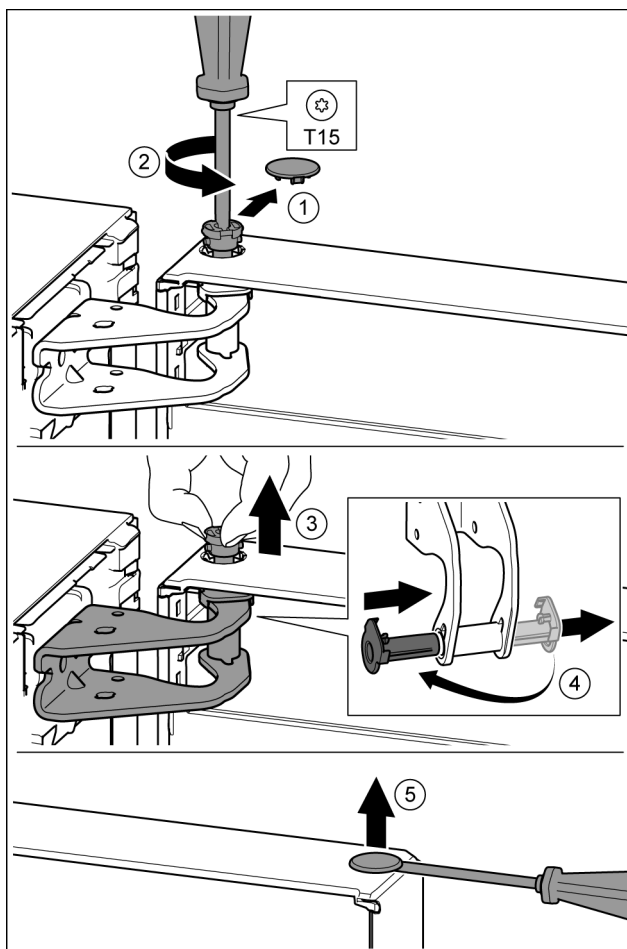

Fig. 13
- ▶ Sicherungsabdeckung vorsichtig abziehen. Fig. 13 (1)
- ▶ Bolzen mit Schraubendreher T15 ein Stück herausdrehen. Fig. 13 (2)
- ▶ Tür festhalten und Bolzen mit den Fingern herausziehen. Fig. 13 (3)
- ▶ Lagerbuchse aus Führung ziehen. Von der anderen Seite einsetzen und einrasten. Fig. 13 (4)
- ▶ Stopfen aus der Türlagerbuchse vorsichtig mit einem Schlitzschraubendreher anheben und herausziehen. Fig. 13 (5)